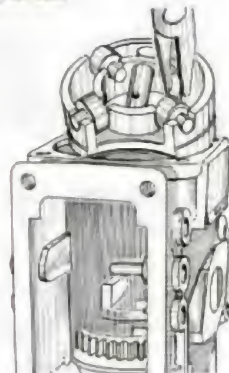

Fig. 11.
— Enlever le plateau porte-galets complet (17) par le haut, en évitant de le coincer (fig. 11). Placer une coquille de protection sur le plateau porte-galets (fig. 12).